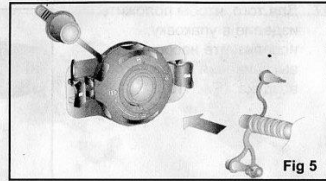

Fig 5
10. Вставьте насадку насоса в сопло клапана. (Рис. 5).